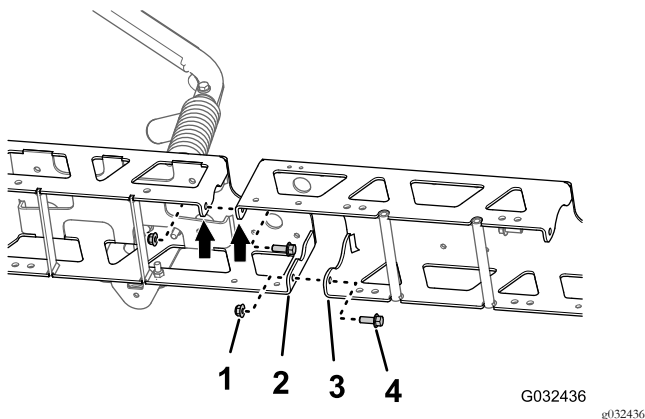

图52
1. 将中间喷洒臂延长组件垂直法兰上的孔与桁架框架上的孔对齐 图52。
2. 使用在 1 的步骤 **分开中间喷洒段桁架** (页码 21) 中拧下的 2 个凸缘头螺栓 3/8 x 1 英寸和 2 个凸缘锁紧螺母 3/8 英寸将中间喷洒臂延长组件松松地组装到桁架框架上 图52。
3. 将中间喷洒臂延长组件垂直法兰上的孔与另一桁架框架上的孔对齐 图52。
4. 使用 GeoLink 喷洒系统完成套件 图52 中的 2 个凸缘头螺栓 3/8 x 1 英寸和 2 个凸缘锁紧螺母 3/8 英寸将中间喷洒臂延长组件松松地组装到另一桁架框架上 图52。